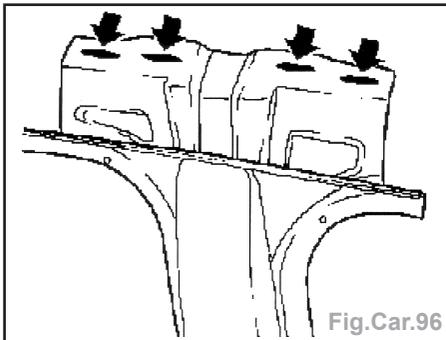

Fig.Car.96
- Souder au MIG les 4 trous oblongs du renfort montant B sur le cadre de toit (Fig.Car.96).